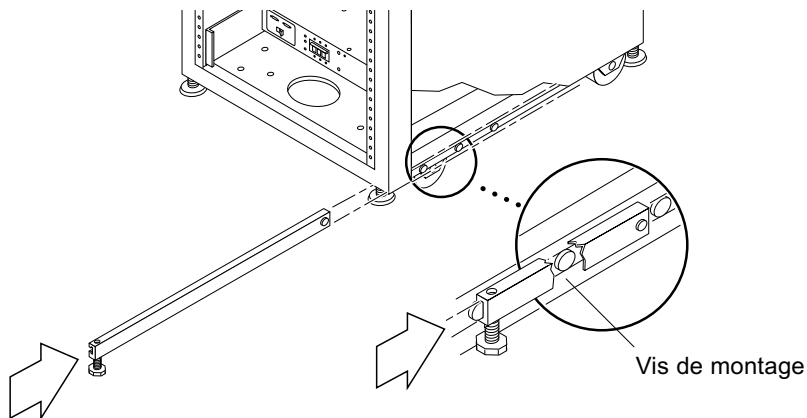

FIGURE 2-3 Installation du pied de stabilisation droit
2. **Faites glisser le pied de stabilisation sur les vis de montage au pied du système de stockage (FIGURE 2-3).**